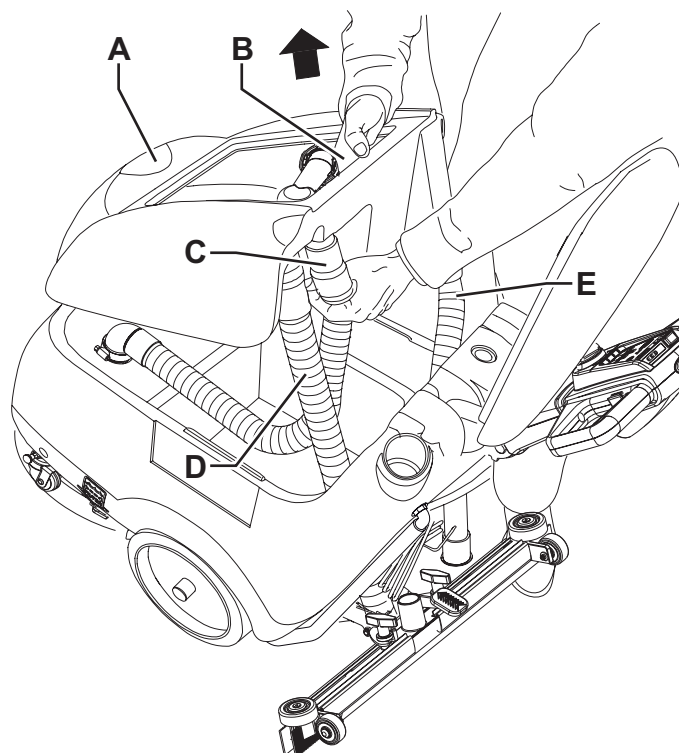

Figure 6
1. Contrôler que la manette (62) soit en position « 0 ».
2. Vider le réservoir de l'eau de récupération (30), en procédant comme indiqué au paragraphe « Vidange des réservoirs ».
4. Déconnecter le tuyau d'aspiration (22) de l'embouchure (11).
5. Déconnecter le tuyau de vidange de l'eau de récupération (16) du support correspondant (17).
6. Ouvrir le couvercle (6).
7. Saisir le réservoir de l'eau de récupération (A, Fig. 6) dans la zone (B) et le soulever légèrement.
8. Déconnecter le tuyau d'aspiration (C) du réservoir, et puis déposer le réservoir (A) avec les tuyaux correspondants (D) et (E).